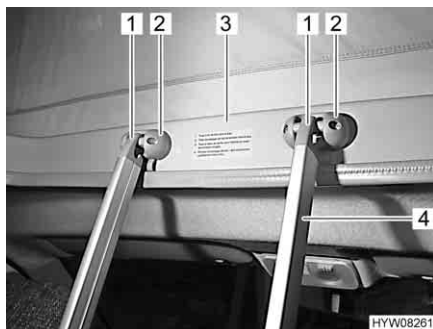

Fig. 62 Scaletta di accesso
Per accedere al letto sul tetto a soffietto utilizzare sempre la scaletta di accesso (Fig. 62,4) montata di serie.
- Agganciare la scaletta con i due archetti (Fig. 62,1) nelle graffe (Fig. 62,2) del telaio (Fig. 62,3) del tetto a soffietto.